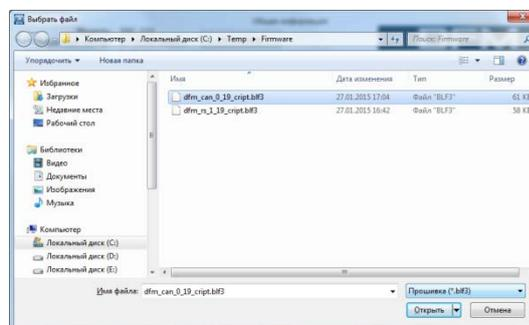

Рисунок 86 — Выбор файла прошивки
- 2) В окне Выбрать файл (см. рисунок 86) выбрать на диске ПК или съемном носителе файл прошивки (*.**bf3**).